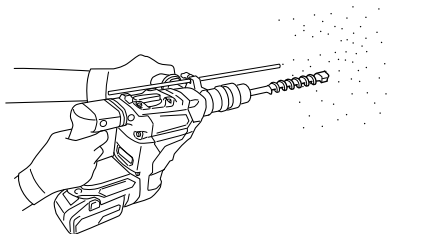

Fig. 13
1. Comment percer des trous (Fig. 13)